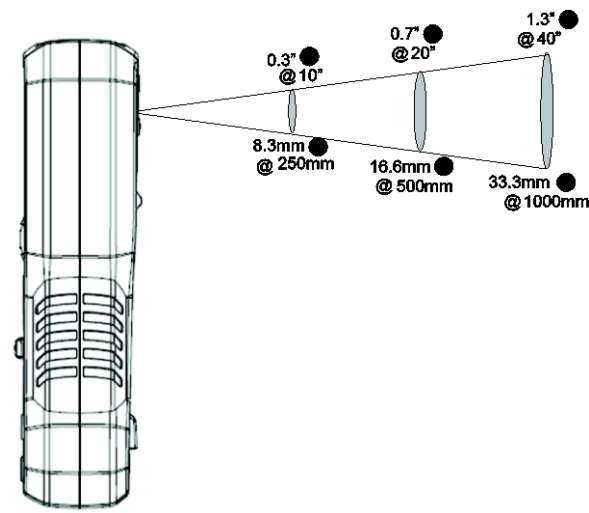

Fig. 8-2 Avstand-til-Sted forhold 30:1
6. Avstand-til-punkt forholdet for kameraet er 30:1 som betyr at målingstedet alltid er 30 ganger mindre enn måler-til-punkt (på en avstand på 30", måleren "ser et målepunkt på 1"). Se **Fig. 8-2**.